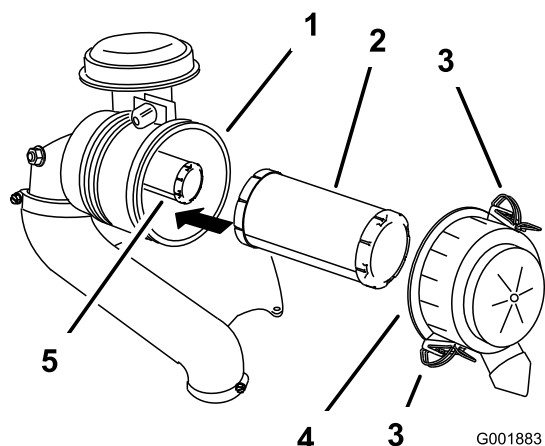

Figure 40
3. Ouvrez les dispositifs de verrouillage du filtre à air et détachez le couvercle du corps du filtre (Figure 40).
5. Sortez le préfiltre du corps du filtre avec précaution (Figure 40).
2. Si vous remplacez l'élément de sécurité, insérez-le avec précaution dans le corps du filtre (Figure 40).
3. Placez ensuite le préfiltre sur l'élément de sécurité avec le même soin (Figure 40).
4. Remettez en place et verrouillez le couvercle du filtre à air (Figure 40).